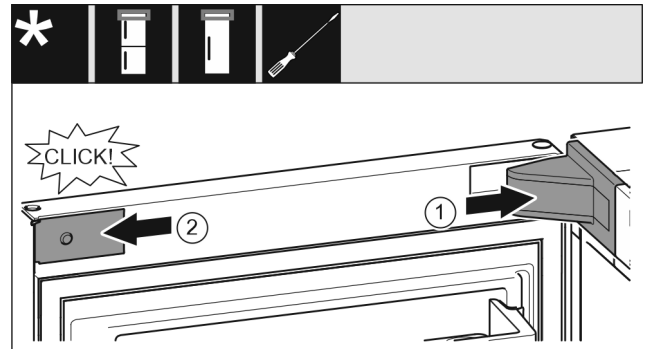

Fig. 22
- ▶ Coloque y encaje la cubierta del soporte de cojinete; dado el caso, separe con cuidado. Fig. 22 (1)
- ▶ Coloque y encaje lateralmente el panel. Fig. 22 (2)